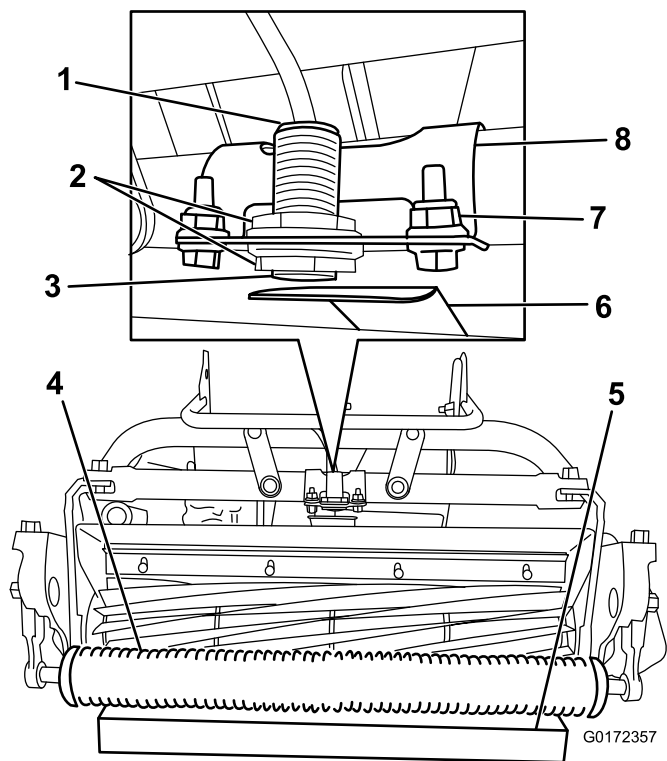

Figura 16
2. Allentate i controdadi sul sensore e regolatelo in modo che sia visibile un filetto dopo il controdado inferiore (Figura 16).
4. Posizionate un blocco da 3,8 cm sotto il rullo dell'apparato di taglio anteriore (Figura 16).
5. Allentate i fermi che fissano la staffa del sensore al telaio (Figura 16).
8. Ruotate la staffa del sensore verso la piastra di misurazione in modo che la luce sopra il sensore si accenda (Figura 16). Se era già accesa, allontanate dalla piastra di misurazione in modo che si spenga, quindi invertite la direzione finché non si riaccende.